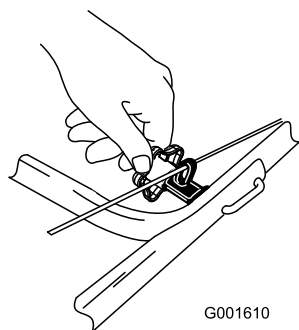

Figure 5
4. Posez les boulons du guidon, montez le guide-câble et serrez fermement les boutons (Figure 5).